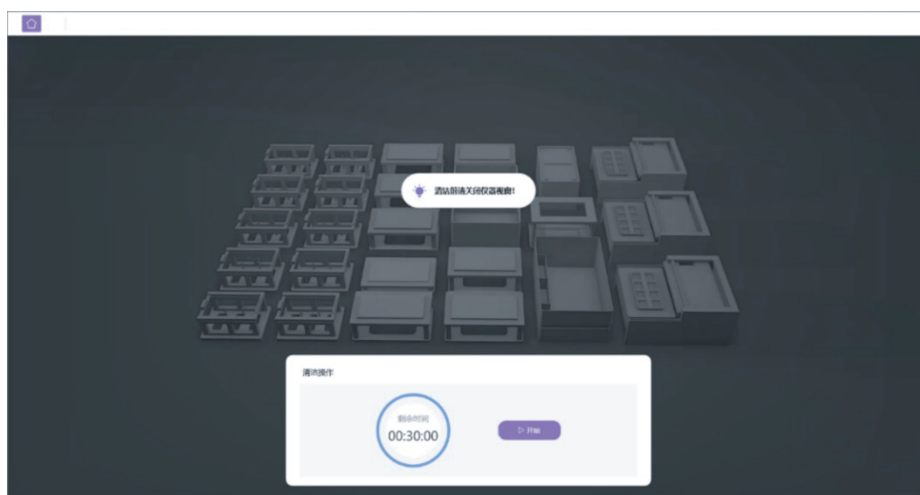

图 2-22 STOmics 软件登录界面
(8) 机舱清洁与物料回收
- (可选) 可根据使用情况，开启一体机自带的清洁功能，进行紫外消毒。消毒软件界面如图 2-22，消毒流程时长为 30 min；